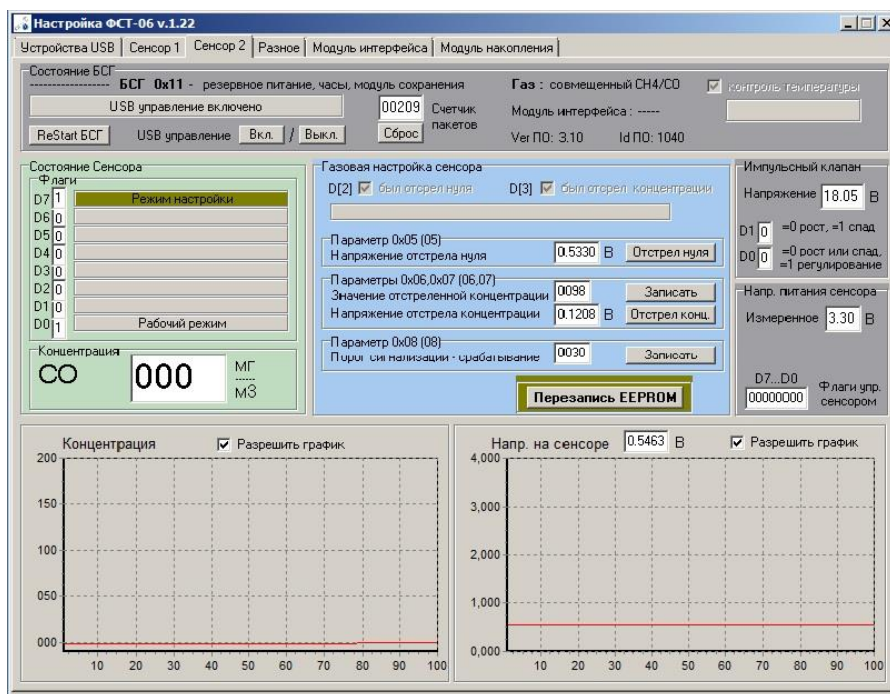

Рисунок. 8.4 Вид окна при калибровке сенсора 2.
8.5. Вид окна при газовой калибровке сенсора показан на рис. 8.4. Отстрел нуля (нет концентрации измеряемого газа) производится на чистом воздухе после прогрева сенсора. Для сенсора CO₂ на улице (концентрация CO₂ около 0.04%) или при подаче любой газовой смеси не содержащий CO₂